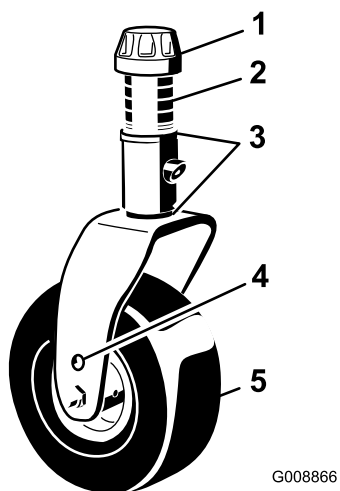
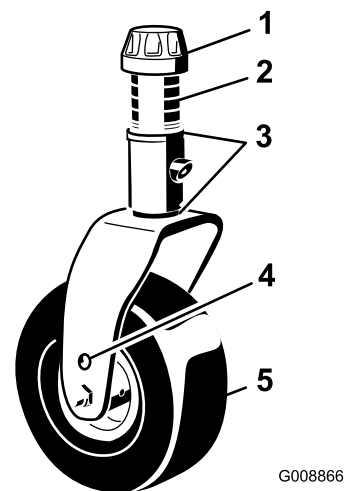
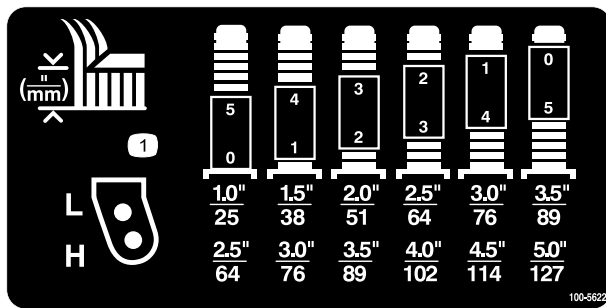

Bild 2
Bild 7
Bild 8
1. Nehmen Sie die Spannkappen von den Spindelwellen ab, und schieben Sie die Distanzstücke und Druckscheiben von der Wellen (Bild 2).
2. Schieben Sie die Distanzstücke auf die Laufradspindel, um die gewünschte Schnitthöhe zu erzielen, siehe Bild 7 und Bild 8 für die Kombination aus Distanzstücken für die Einstellung. Schieben Sie eine Druckscheibe auf die Spindel und drücken Sie das Laufrad durch den Laufradarm. Setzen Sie eine weitere Druckscheibe und die restlichen Distanzstücke auf die Spindel auf, und bringen Sie die Spannkappe an, um die Teile zu befestigen (Bild 2).
2. Stecken Sie die Laufradachsen in beiden Laufradgabeln in die gleichen Löcher. Ermitteln Sie die richtigen Löcher für die Einstellung richtig mit Bild 7 und Bild 8.
3. Entfernen Sie die Spannkappe von der Spindelwelle (Bild 7) und ziehen die Spindel aus dem Laufradarm heraus. Ziehen Sie zwei Beilagscheiben so auf die Spindelwelle, wie sie ursprünglich montiert waren. Diese Beilagscheiben sind erforderlich, um alle Mähwerke über die Breite auf ein Niveau zu bringen. Ziehen Sie die erforderliche Anzahl von 13 mm Distanzstücken (siehe die nachstehende Tabelle) auf die Spindelwelle, um die gewünschte Schnitthöhe herbeizuführen; ziehen Sie dann die Scheibe auf die Welle auf.
Ermitteln Sie die Kombination der Distanzstücke für die Einstellung mit Bild 7 und Bild 8.